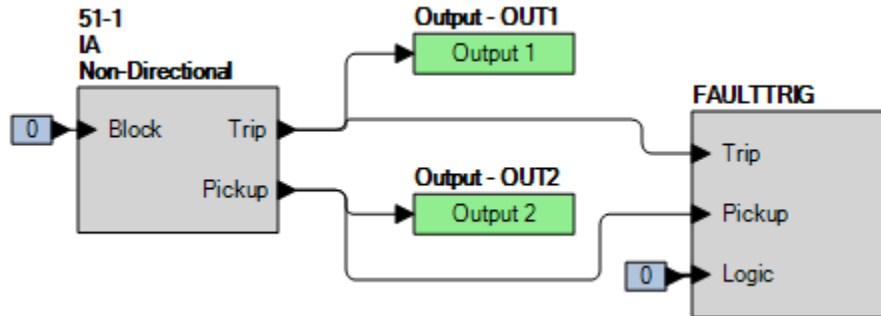

Figura 65-1. Ajustes de BESTlogicPlus (Modo de fase)
Paso 2: Utilice BESTCOMSPPlus para configurar la Lógica programable de BESTlogicPlus, como se muestra en la Figura 65-1.
Paso 4: Prepárese para monitorear la operación de la función 51-1. El funcionamiento se puede verificar monitoreando OUT2 (consulte la Figura 65-1).